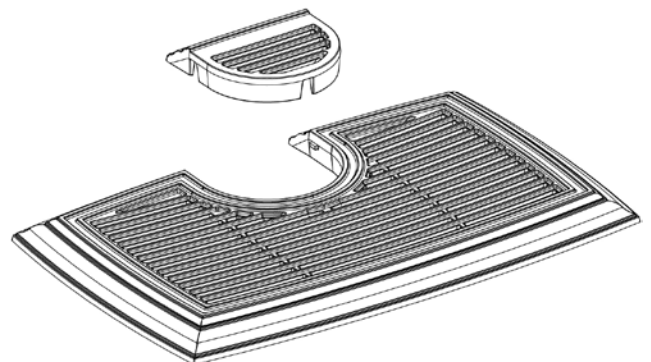

Figure 6b. Plaque demi-lune supérieure.
4. Après avoir réinstallé le panneau de convection supérieur et la plaque du dessus de poêle (fig. 2), insérez la plaque demi-lune supérieure dans l'ouverture de sortie de la plaque du dessus de poêle. Voir fig. 6b.